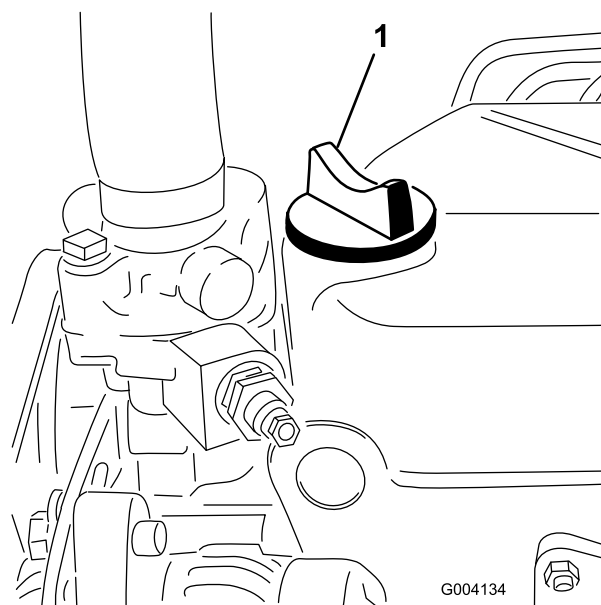

図 31
5. FULL マークまでない場合は、キャップ(図 31)を取り、FULLマークまでオイルを補給する。